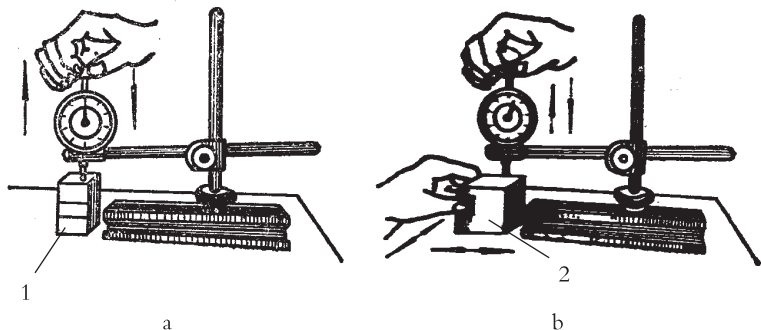

图2-33 用百分表检测工件尺寸和平行度
③用百分表测量工件。图2-33所示是用百分表检测工件的尺寸和平行度。检测时，将表架置于平板平面上，安装好表后，选择一标准样块，置于表的测量杆下，调整表的测量杆与样块平面垂直，使表的测量触头对样块平面有0.5~1毫米的压入量，使指针对准零位，再慢慢抬起和放下活动测量杆，观察表的指针数值不变，即可测量工件。测量时，先用手慢慢抬起活动测量杆，把工件放入表的测量触头下，再慢慢放下活动测量杆，用手左右、前后移动工件，使表的测量触头在工件平面上的不同部位测量，观察表的指针变化情况，测出工件尺寸和平行度，与标准样块对比，判断是否合格。用这样的方法可以对比检测成批零件。